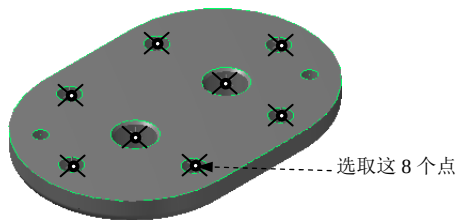

图 16.12 选取钻孔的点
Step1. 选择下拉菜单 **刀具路径(T)** → **钻孔(D)...** 命令, 系统弹出“选取钻孔的点”对话框, 选取图 16.12 所示的 8 个圆的中心点为钻孔点。